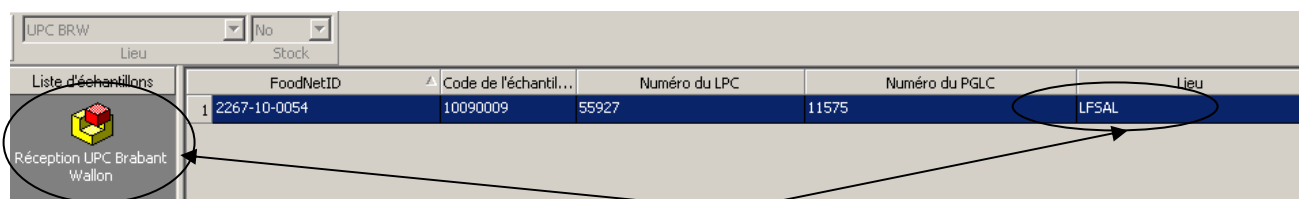

Figure 5: Echantillon déjà au labo Liège, scanning à l'UPC Brabant Wallon
- le numéro FoodNet existe déjà -> avertir le contrôleur que son numéro d'échantillon est en double et qu'il doit le rectifier. C'est le cas lorsque les données des champs de destination et de location ne sont pas correctes (par exemple scanning à l'UPC d'Brabant Wallon et la location est Liège) (Figure 5)